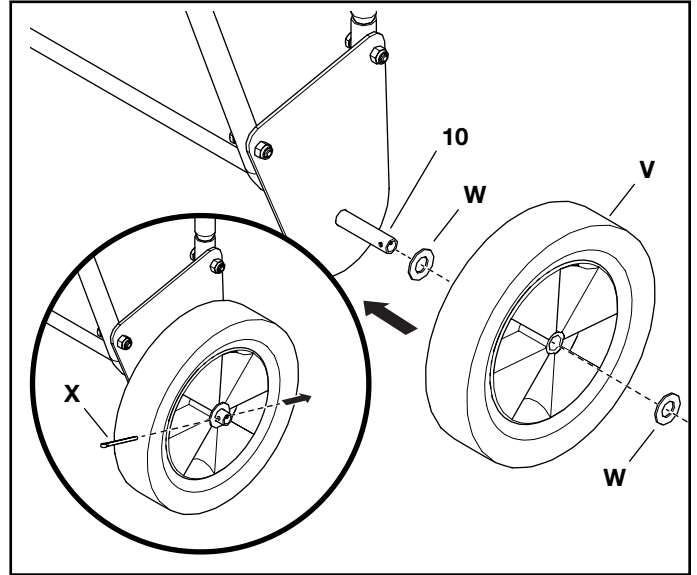

FIGURE 9
### STEP 9: (SEE FIGURE 9)
(VOIR LA FIGURE9) Placez une rondelle de 0,531 x 1 x 0,059 (W), suivie d'une roue (V), puis une autre rondelle de 0,531 x 1 x 0,059 (W) à l'extrémité de chaque axe (10). Fixez chaque roue en insérant une goupille fendue de 1/8 x 1-1/2 (X) dans le trou situé à l'extrémité de chaque axe (10). Utilisez une pince pour plier les extrémités des goupilles fendues 1/8 x 1-1/2 (X) afin de les fixer en place.